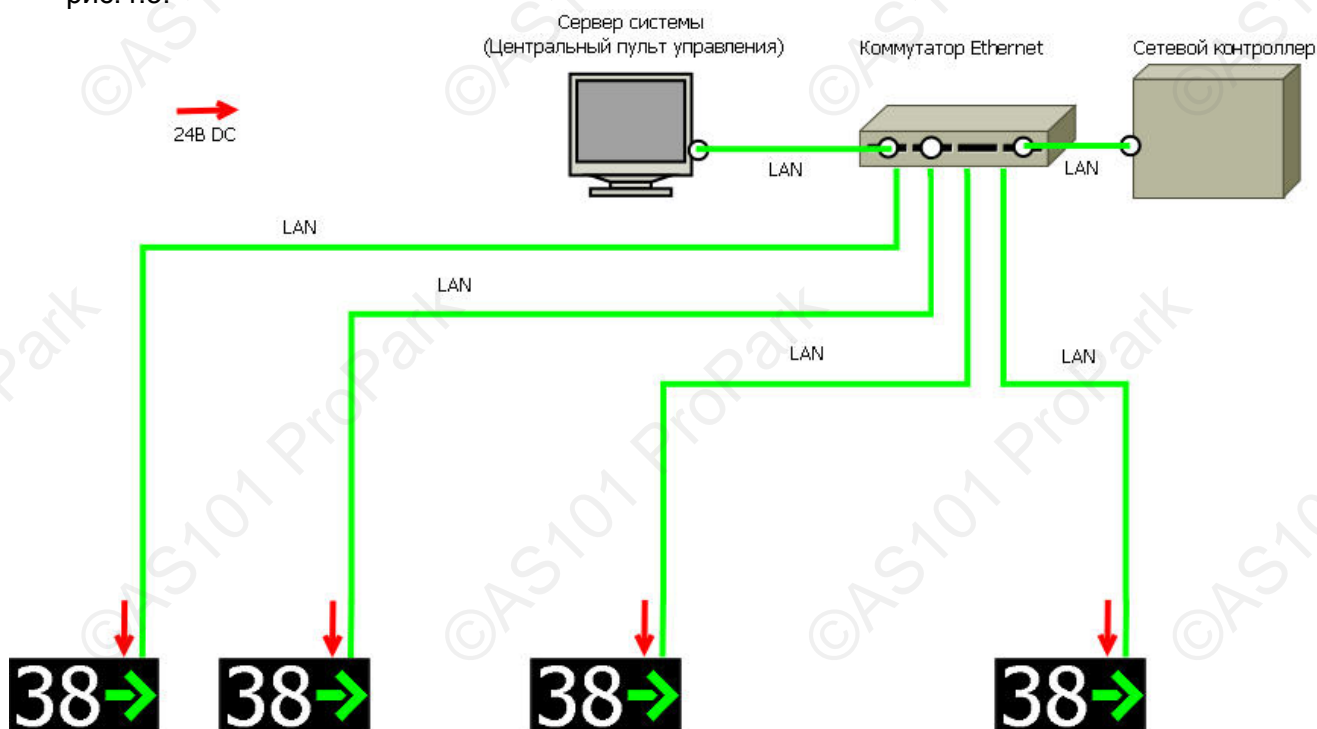

Рис.4.3.
4.2. Структурная схема подключения блоков табло ProPark к сети Ethernet приведена на рис.4.3.